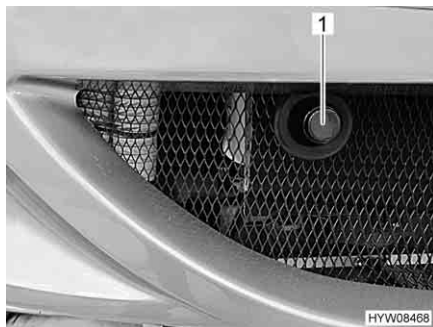

Fig. 27 Copertura per l'alloggiamento dell'occhione di traino
- Rimuovere la copertura (Fig. 27,1).